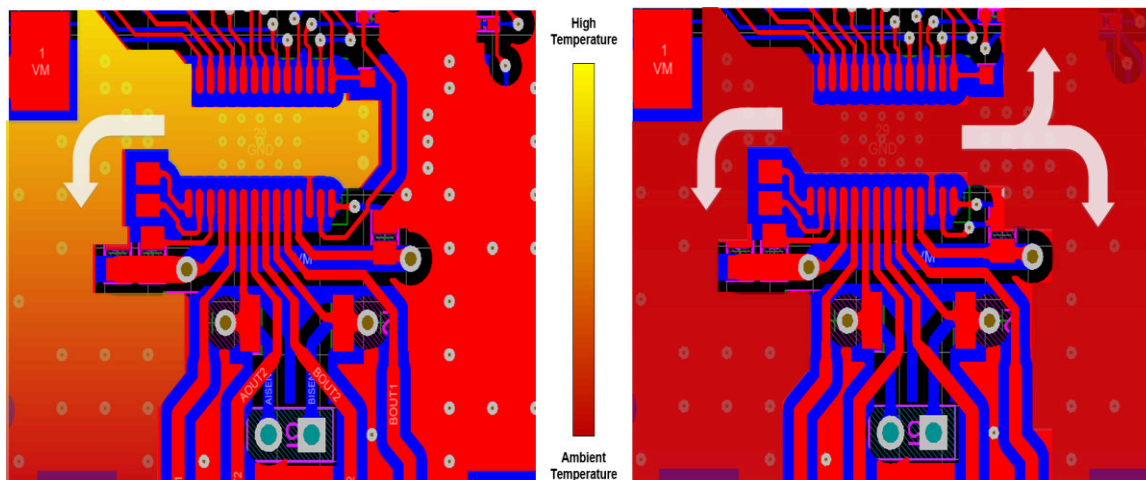

图 7-5. 中断接地平面覆铜与连续接地平面覆铜的热图
- 尝试让整个系统/电路板使用一个大的不间断单一接地平面。接地平面可在 PCB 底层制成。图 7-5 所示为驱动器下方收缩的与连续的接地平面覆铜引起的温升示例。